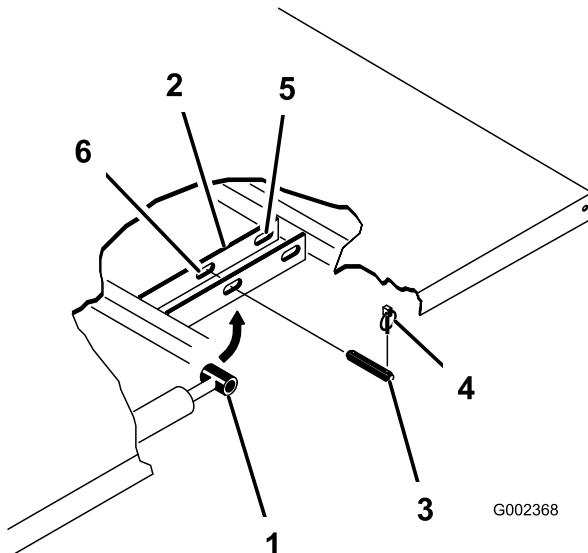

Figure 23
4. Retirez les axes de chape qui fixent les extrémités des tiges de vérins aux plaques de montage du plateau en les poussant vers l'intérieur (Figure 23).
5. Retirez les goupilles à anneau et les axes de chape qui fixent les supports de pivot aux profils du cadre (Figure 23).